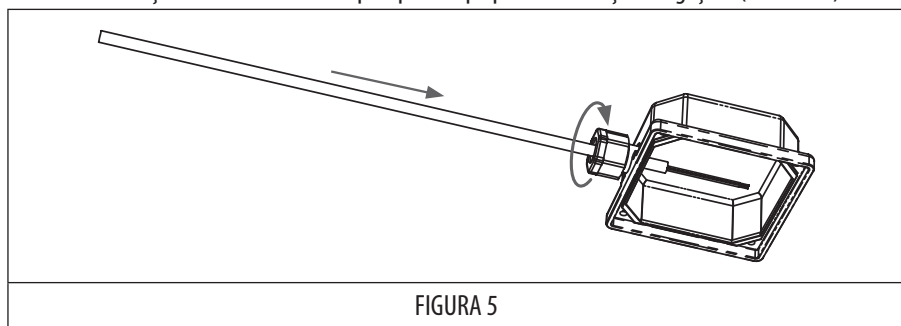

FIGURA 5
3. Treceți cablul de alimentare prin presetupa pentru cablu și strângeți-o. (FIGURA 5)